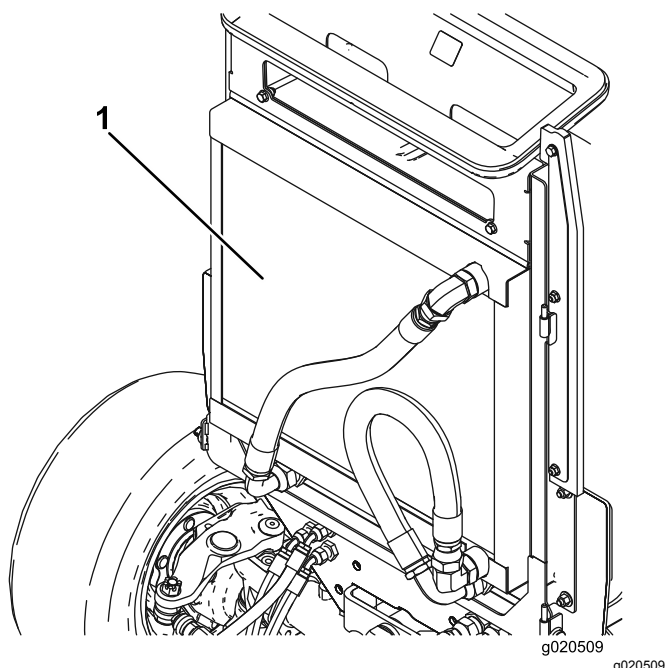

Figura 73
3. Limpie a fondo ambos lados del enfriador de aceite y del radiador (Figura 73) con aire comprimido. Empezando en la parte delantera, sople los residuos hacia la parte trasera. Luego, limpie desde atrás, soplando los residuos hacia